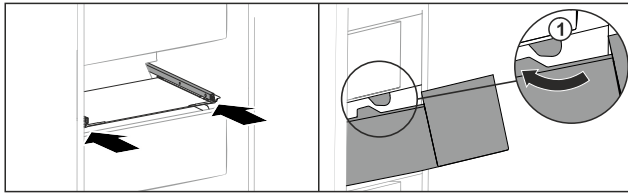

Fig. 198
- Schubfach um die Stopper Fig. 198 (1) herumführen.